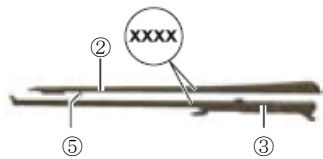

図 2
- (1) イジェクターピン⑤とメイン部③にある溝（ガイド）にあわせ、スライド部②とメイン部③を合わせる（図 2）。